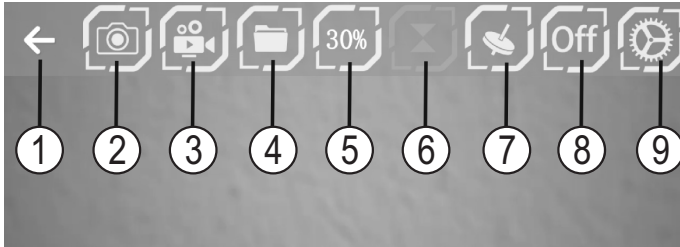
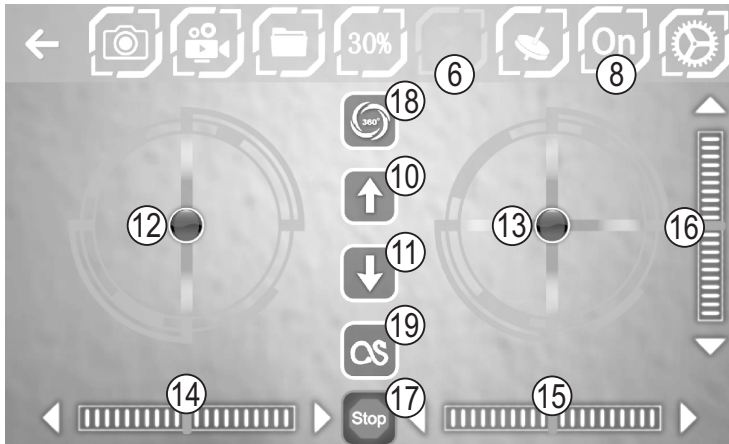
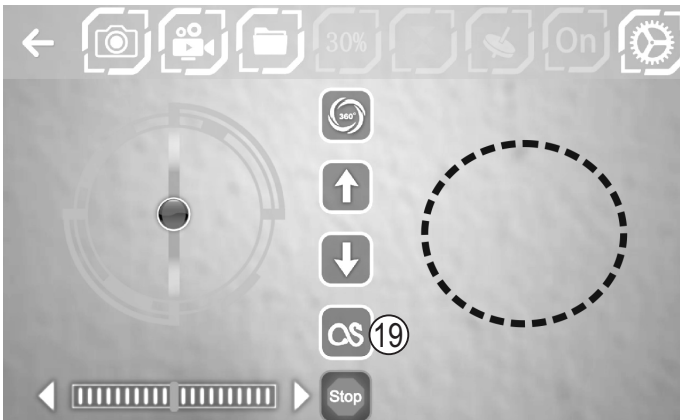

Bild 14
Bild 16
Bild 17
Wählen Sie „CONNECT“ (B) an, öffnet sich die in Bild 14 gezeigte Bedienoberfläche.
Die die in der oberen Reihe gezeigten Symbole (1 - 9, siehe Bild 14) haben folgende Funktionen:
Zusätzlich können Sie vor oder während dem Betrieb des Quadrocopters auf dem Display Ihres Smartphones durch Anwählen des jeweiligen Symbols (siehe Bild 14, Pos. 2 oder 3) ein Bild mit der Quadrocopter-Kamera erstellen oder die Videoaufnahme starten.
→ Mit der App können keine Serienbilder erstellt werden. Bei der Berührung des entsprechenden Symbols (Bild 14, Pos. 2) ist die Kamera aktiviert. Nach dem Loslassen des Symbols wird das Bild erstellt. Eine Videoaufnahme stoppen Sie, wenn Sie das entsprechende Symbol (Bild 14, Pos. 3) erneut anwählen.
Wenn Sie den Flugbetrieb eingestellt haben, können Sie die erstellten Bilder bzw. Videos gleich direkt auf Ihrem Smartphone ansehen. Wählen Sie hierzu auf dem Display das entsprechende Symbol (Bild 14, Pos. 4) an. Es erscheint ein neuer Bildschirminhalt.
Nach dem Start der App sind zusätzlich zum Kamerabild verschiedene Bedienelemente auf dem Display des Smartphones eingeblendet (siehe Bild 16). Neben den bereits bekannten Bedienelementen zur Kamera (siehe Bild 14, Pos. 2 - 4) werden nach dem Anwählen des entsprechenden Symbols (Bild 16, Pos. 6 und 8) zusätzlich die Steuerelemente eines Fernsteuersenders angezeigt. Mit dem linken Steuerelement (Bild 16, Pos. 12) wird analog zum Fernsteuersender sowohl die Höhenkontrolle als auch die Drehung um die eigene Hochachse (Gier) gesteuert. Mit dem rechten Steuerelement (Bild 16, Pos. 13) wird die Steuerung von „Nick“ und „Roll“ ausgeführt.
In Bild 16 sind die entsprechenden Trimmelemente für „Gier“ (Pos. 14), „Roll“ (Pos. 15) und „Nick“ (Pos. 16).
Wählen Sie „CONNECT“ an. Auf dem Display erscheinen die Bedienelemente der App (siehe auch Bild 14) und das Videobild der im Modell eingebauten Kamera.
Wählen Sie das in Bild 14, Pos. 8 gezeigte Symbol an, anschließend das Symbol in Bild 14, Pos. 6. Es erscheinen alle Bedienelemente (analog wie beim Sender die Steuerpads) als „Punkte“ und alle anderen zum Betrieb notwendigen Steuerelemente (siehe Bild 16).
Wählen Sie das in Bild 16, Pos. 10 gezeigte Symbol an. Die Rotoren starten und das Modell hebt ab, um in einer Höhe von ca. 1,5 Meter vor Ihnen zu schweben.
Die beiden Steuerelemente (Punkte, siehe Bild 16, Pos. 12 + 13) auf dem Display des Smartphones stellen die Steuerpads des Fernsteuersenders dar und können auch so bedient werden. Halten Sie das Smartphone in Ihren Händen. Berühren Sie mit je einem Finger (am Besten mit den Daumen) jeden Punkt und steuern das Modell analog so, wie das Steuern mit einem Fernsteuersender in den Kapiteln 11 und 12 erklärt worden ist.
Wollen Sie das Modell wieder landen, so bewegen Sie das linke Steuerelement (Bild 16, Pos. 12) langsam nach hinten. Alternativ können Sie eine automatische Landung einleiten, in dem Sie das Symbol in Bild 16, Pos. 11 anwählen.
In der Grundkonfiguration (siehe Bild 14, Pos. 5) ist die App in der ersten Stufe auf ca. 30% der maximal möglichen Steuerwege eingestellt. Dies entspricht dem Anfänger-Modus (siehe Kapitel 11). Die Steuerfunktionen sind in ihrer Wirkweise eingeschränkt.
Wenn Sie das in Bild 14, Pos. 5 gezeigte Symbol nochmals berühren, wird die Steuerung auf ca. 60% der Steuerwege eingestellt. Dies entspricht dem Fortgeschrittenen-Modus. Das Modell reagiert agiler auf Steuerbefehle.
Die Flipp-Funktion ist aktiv, wenn Sie das in Bild 16, Pos. 18 gezeigte Symbol anwählen. Schieben Sie anschließend das rechte Steuerelement (Bild 16, Pos. 13) z.B. nach vorne, wird das Modell nach vorne flippen (einen Überschlag machen). Beachten Sie hierzu die Hinweise im Kapitel 12.
Mit dem Symbol in Bild 16, Pos. 19 wird die Funktion „Flugroute“ aktiviert. Das linke Steuerelement bleibt sichtbar und kann zur Steuerung (hoch/tief und Gier) verwendet werden. Das rechte Steuerelement wird ausgeblendet. Hier können Sie auf dem Display des Smartphones Flugrouten zeichnen (siehe Bild 17, z.B. ein Kreis). Die gezeichnete Route wird dann automatisch vom Modell geflogen. Bringen Sie hierzu das Modell in einen stabilen Flugzustand und aktivieren den Symbol #19. Zeichnen Sie jetzt eine Route auf dem Display auf. Nach dem Sie die Aufzeichnung der Route beendet haben (den Finger vom Display des Smartphone nehmen), wird das Modell unverzüglich die gezeichnete Route abfliegen.
Wird das „Zahnrad“-Symbol (Bild 14, Pos. 9) angewählt, erscheinen weitere Symbole zur Bedienung des Modells.
Um Ihr Modell mit den Lagesensoren zu steuern, müssen Sie zuerst alle Startvorbereitungen treffen, die im Kapitel 14. b) aufgezeigt worden sind. Ist dies erfolgreich ausgeführt worden, betätigen Sie das in Bild 14, Pos. 7 gezeigte Symbol, so dass es leuchtet. Hiermit wird die Steuerung über die Lagesensoren des Smartphones aktiviert.
Zum Starten oder Landen betätigen Sie wieder das Symbol für „Automatischer Start“ (Bild 16, Pos. 10) oder „Automatische Landung“ (Bild 16, Pos. 11).
Sowohl die Höhe als auch die Drehung um die Hochachse steuern Sie weiterhin im Display des Smartphones mit dem linken Steuerelement Bild 16, Pos. 12).